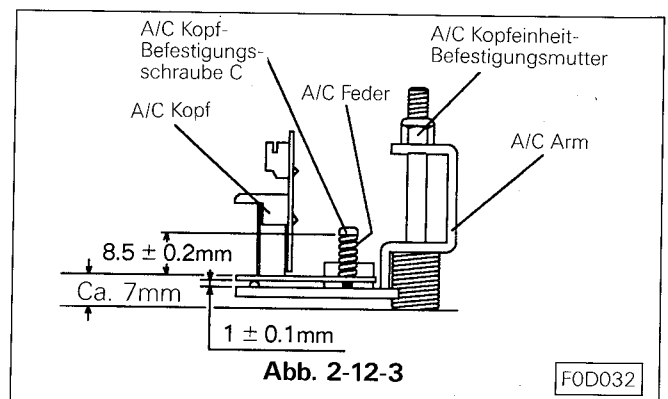

Abb. 2-12-3
Den A/C Kopf so befestigen, daß das Kopfunterteil mit dem Kopfhalterarm parallel ist. Mit der Einstellschraube (c) die Höhe so einstellen, wie in Abb. 2-12-3 beschrieben.
- Die Haltearmbefestigungsmutter so weit anziehen das der Abstand zwischen Haltearm und Chassis ca. 7mm beträgt. Siehe Abb. 2-12-3.